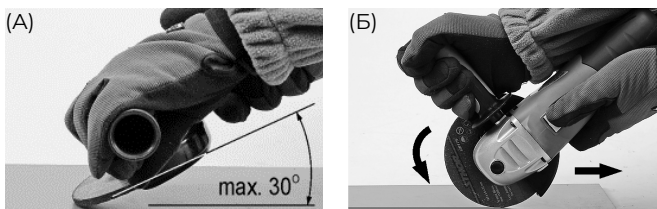

Рис. 1
5. При применении отрезных кругов материал необходимо резать торцом. При шлифовании боковой поверхностью, шлифовальную машину необходимо удерживать под углом не больше 30 градусов к обрабатываемой поверхности (рисунок 1 А).
- Во время резки шлифовальную машину следует вести в направлении вращения круга (рисунок 1 Б).